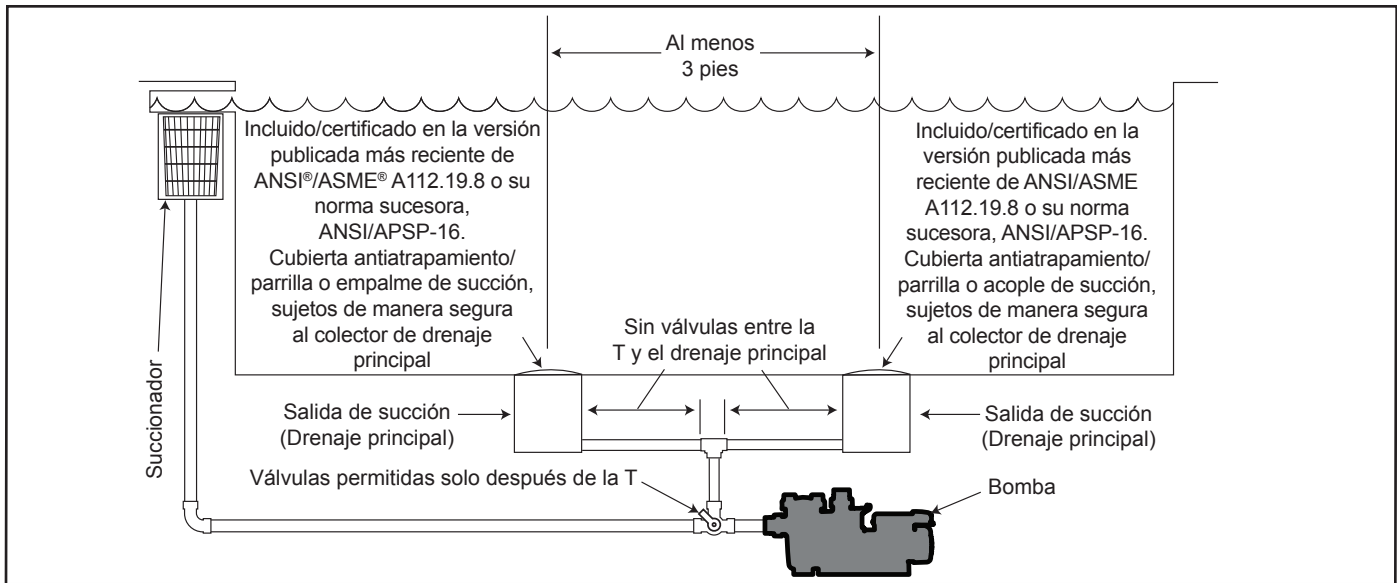

Figura 1. Cantidad de salidas de succión por bomba
Cantidad de salidas de succión por bomba: Proporcione al menos dos (2) salidas de succión balanceadas hidráulicamente, con cubiertas, como salidas de succión para cada línea de succión de la bomba de circulación. Los centros de las salidas de succión (salidas de succión) de cualquier una (1) línea de succión deben estar a al menos tres (3) pies de distancia de centro a centro. Consulte la Figura 1.
El sistema **debe** construirse para incluir al menos dos (2) salidas (drenajes) de succión conectadas a la bomba siempre que la bomba esté en funcionamiento. Sin embargo, si dos (2) salidas de succión van a una única línea de succión, la única línea de succión puede estar equipada con una válvula que apague ambas salidas de succión desde la bomba. El sistema se construirá de tal modo que no permita el cierre o el aislamiento separado independiente de cada drenaje. Consulte la Figura 1.